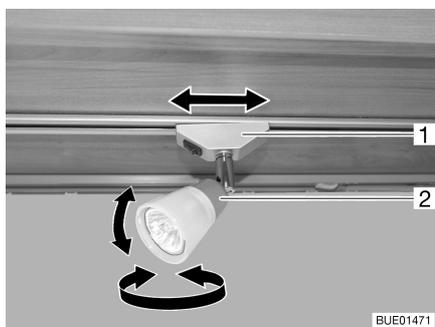

Fig. 26 Foco
- Coger la carcasa (Fig. 26,2) y girarla.
- Agarrar el soporte (Fig. 26,1) y girarlo aprox. 45°.
- Agarrar el soporte (Fig. 26,1) y girarlo 90°.